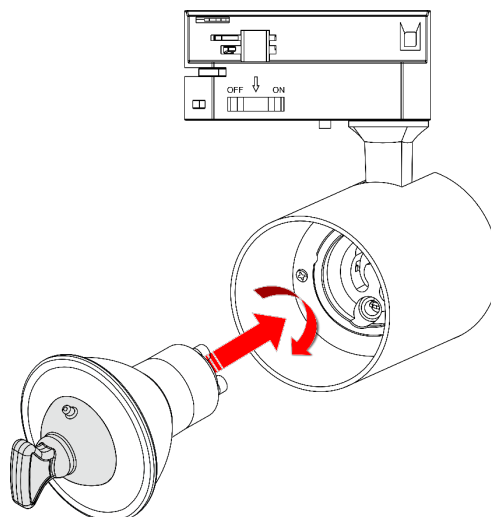

Fig. 05
- 02) Introduzca la bombilla en el **portalámparas (04)** y gírela en el sentido de las agujas del reloj hasta que encaje en su lugar (véase la Fig. 05).